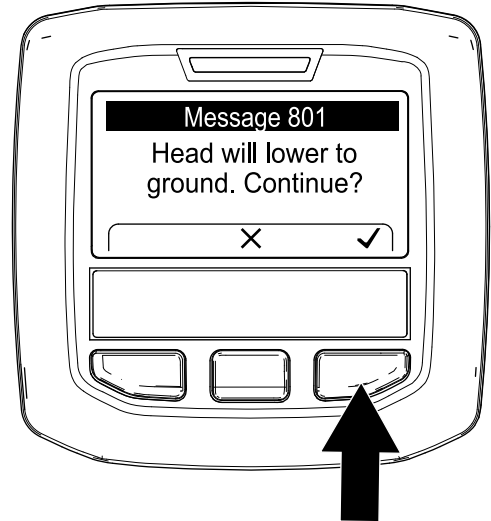

Figure 115
4. Dans l'écran Head Will Lower (la tête va s'abaisser) (Figure 115), appuyez sur le bouton droit de l'InfoCenter.